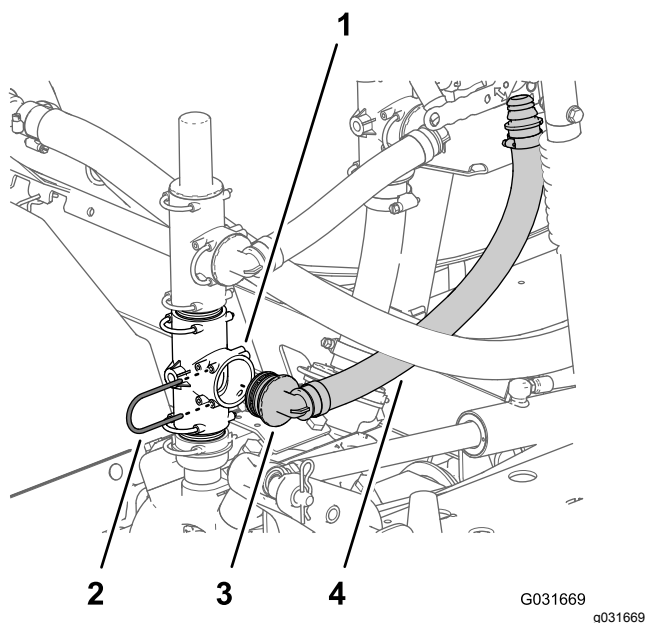

Bild 225
1. Fluchten Sie das 90°-Anschlussstück des Zulaufschlauchs (Toro Bestellnummer 131-9648) mit dem offenen Anschluss des T-Anschlussstückes an der Sprühpumpe aus und setzen Sie das 90°-Anschlussstück ein, bis es fest im T-Anschlussstück sitzt (**Bild 225**).
2. Befestigen Sie das gezahnte 90°-Anschlussstück mit dem Halter (**Bild 225**), den Sie in Schritt 1 in **Versetzen des Druckentlastungsventils (Seite 103)** entfernt haben, an der Sprühpumpe.